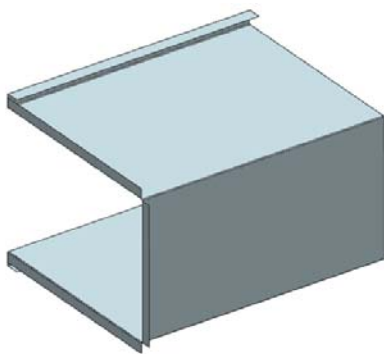

图 11-202 创建弯边特征 3
(8) 在“弯边”对话框中，单击  按钮，创建弯边特征 3，如图 11-202 所示。